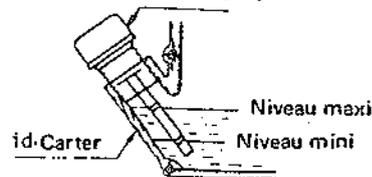

Fig. 1
1. Avez-vous pensé à l'huile moteur? A sa sortie d'usine la motopompe n'est pas pourvue d'huile, il convient donc d'en verser dans le carter moteur. Avant chaque utilisation un contrôle du niveau d'huile s'impose également, car si le moteur tourne à sec, il va chauffer, glipper et être vite mis hors service. Mettez la motopompe de niveau et contrôlez le niveau d'huile à la jauge sans la visser. Si l'huile est en dessous du repère mini, en rajouter jusqu'au niveau normal (Fig. 1).